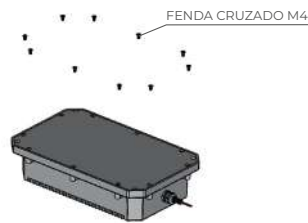

Figura 06
- Retire os parafusos que fixam a tampa do alojamento utilizando uma chave Allen M4. Veja a figura 06.